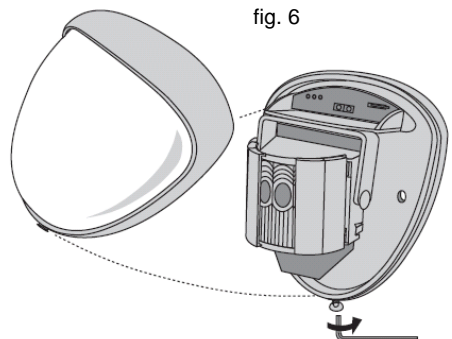

fig. 6
5) Wanneer de detector passend bij de installatie is uitgelijnd, plaats dan het voordeksel en sluit dit als aangegeven. **Zie fig. 6.**